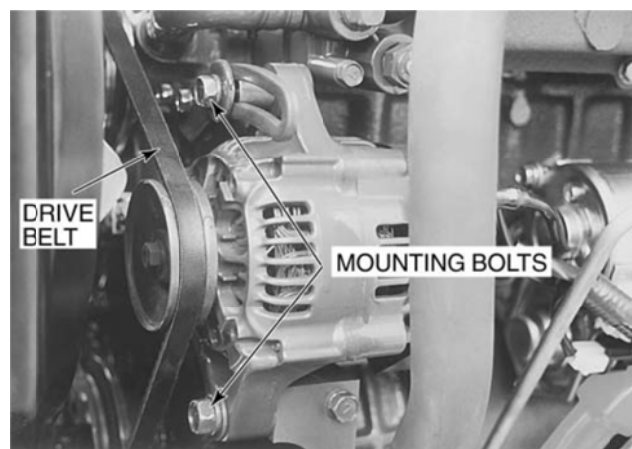

Рис. 62 (болты крепления генератора)
1. Отверните болты крепления генератора (см. рис. 62).